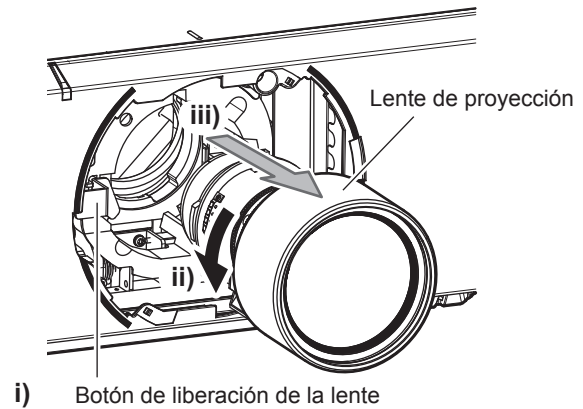

Figura 2
- 2) Presionando el botón de liberación de la lente, gire la lente de proyección en sentido contrario al de las agujas del reloj y retírela. (Figura 2)